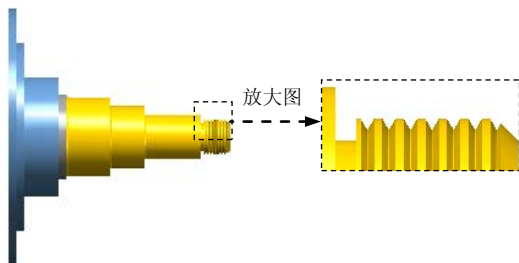

图 8.5.9 仿真结果
(1) 在 **刀路** 选项卡中单击  按钮，然后单击“验证选定操作”按钮 ，系统弹出“Mastercam 模拟器”对话框。
(2) 在“Mastercam 模拟器”对话框中单击  按钮，系统将开始进行实体切削仿真，结果如图 8.5.9 所示，单击  按钮。